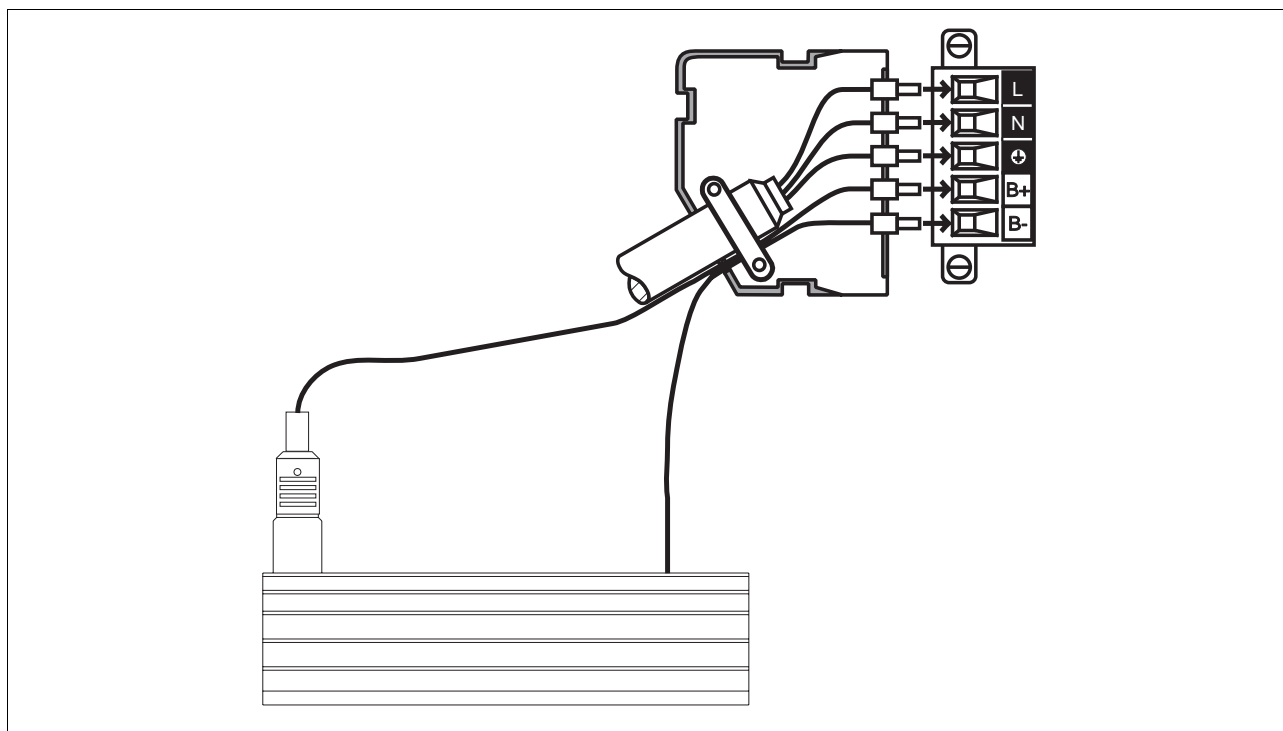

Figure 6-2 Raccordement résistance à ballast
2. Dévisser les vis et retirer la fiche secteur (figure 6-2).